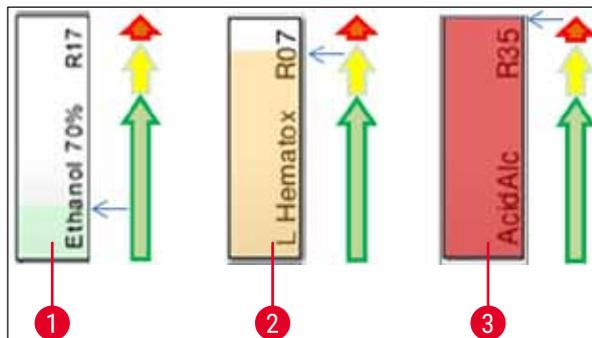

Fig. 69
- Un color de fondo (→ "Fig. 69")
- El color de fondo muestra el estado de consumo del reactivo (→ "Fig. 69"). A medida que se consume el reactivo, la barra de color sube de la parte inferior a la parte superior y cambia de color en función del estado de consumo.